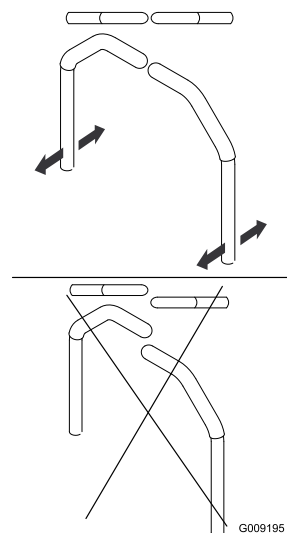

Bild 75
4. Richten Sie die Hebel in Längsrichtung aus. Bringen Sie die Hebel zuerst in der Neutral-Stellung zusammen und schieben Sie die Hebel dann so lange, bis sie ausgerichtet sind. Ziehen Sie dann die Schrauben an (Bild 75).